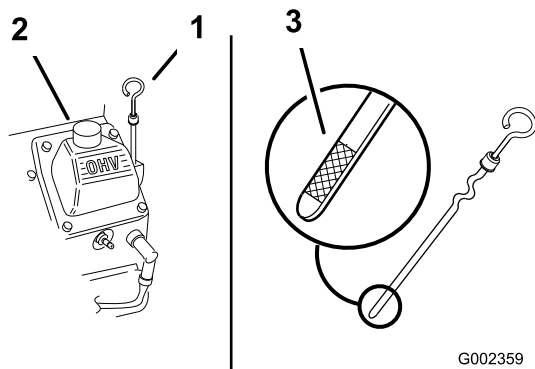

Figure 17
2. Nettoyez la surface autour de la jauge d'huile (Figure 17) pour éviter que des impuretés ne s'introduisent dans le goulot de remplissage, ce qui risquerait d'endommager le moteur.
3. Retirez la jauge, essuyez-la sur un chiffon et remettez-la en place (Figure 17) en prenant soin de l'enfoncer au maximum.
Le niveau d'huile doit atteindre le repère maximum à l'extrémité métallique de la jauge (Figure 17).
5. Si le niveau n'atteint pas le repère maximum, enlevez le bouchon du tube de remplissage (Figure 17) et faites l'appoint jusqu'à ce que le niveau correct soit atteint. **Ne remplissez pas excessivement.**